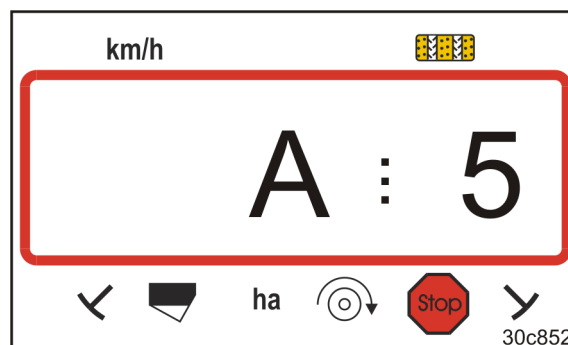

Fig. 30
- se muestra la indicación (Fig. 30)